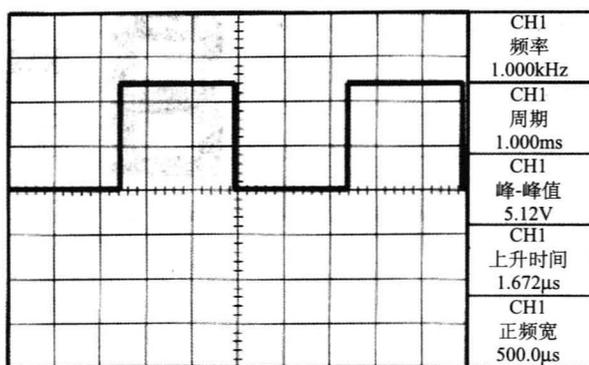

图 1-8 屏幕显示测量波形信息
- ⑤ 按下类型选项按钮，选择周期。值读数将显示测量结果及更新信息。
- ⑥ 按下返回选项按钮。
- ⑦ 按下中间的选项按钮，显示“测量 3 菜单”。
- ⑧ 按下类型选项按钮，选择峰-峰值。值读数将显示测量结果及更新信息。
- ⑨ 按下返回选项按钮。
- ⑩ 按下底部倒数第二个选项按钮，显示“测量 4 菜单”。
- ⑪ 按下类型选项按钮，选择上升时间。值读数将显示测量结果及更新信息。
- ⑫ 按下返回选项按钮。
- ⑬ 按下底部的选项按钮，显示“测量 5 菜单”。
- ⑭ 按下类型选项按钮，选择正频宽。值读数将显示测量结果及更新信息。
- ⑮ 按下返回选项按钮。测量方波结果见图 1-8 中右侧 5 项信息提示。
(3) 测量两个信号。假设正在测试音频放大器的增益。需要测量音频发生器的输入端和音频放大器输出端，测量操作时可将示波器的两个通道的探头分别接在被测试信号的连接处，接地端统一接地，适当地调整触发位置可见到两个稳定波形为止。根据两个信号电平数据的测量结果，可以计算出放大器增益的大小。测量时要激活并显示连接到通道 1 和通道 2 的信号，可按如下步骤进行：
- ① 如果未显示通道，可按下 CH1 菜单和 CH2 菜单按钮使屏幕出现两条曲线。
- ② 按下自动设置按钮。